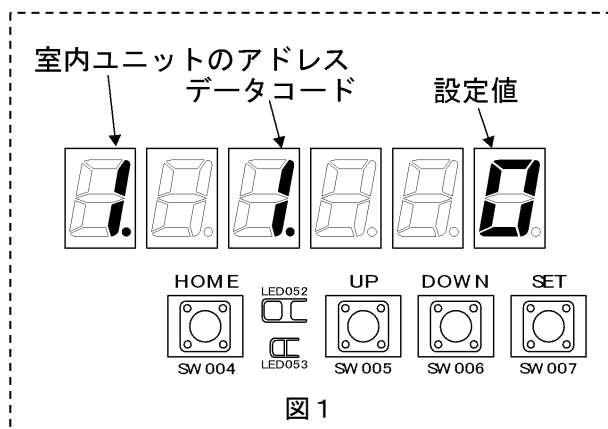

図1
③機能設定の変更
- 1) ①HOME (S004) キーを1秒以上押すとメニュー項目番号が表示されます。『n o 0 0 』
- 3) 『n o 0 6 』の表示後、室内ユニット設定表示『ㄱ ㄷ ㅂ ㅅ ㅈ ㅊ ㅋ ㅌ ㅍ ㅎ』になります。室内ユニット設定表示の状態で、SET (S007) キーを押すと図1の様な表示に切り替わります。(緑LED点灯)
※図1の場合、室内ユニット1号機・データコード1になります。